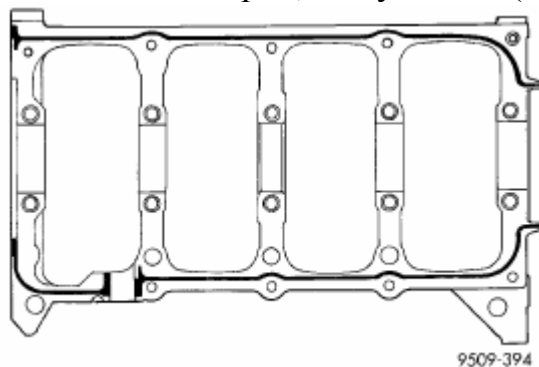

Рис. 45. Уплотнение блока и крышки коренных подшипников.
(4) Нанести валик герметика Morpart Bed Plate Sealant толщиной от 1.5 до 2.0 мм (0.059 до 0.078 дюйма) на блок цилиндров, как указано (Рис. 45).